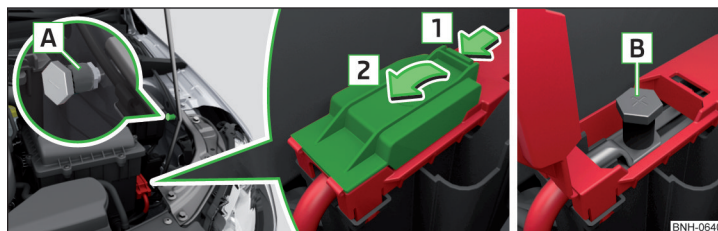

Fig. 166 Punctul de masă și polul plus la autovehiculele cu bateria în portbagaj
Polul plus [B] se află sub un capac, în compartimentul motor » fig. 166.
- Conectați borna plus a cablului pentru pornire asistată în poziția [B] » fig. 166.